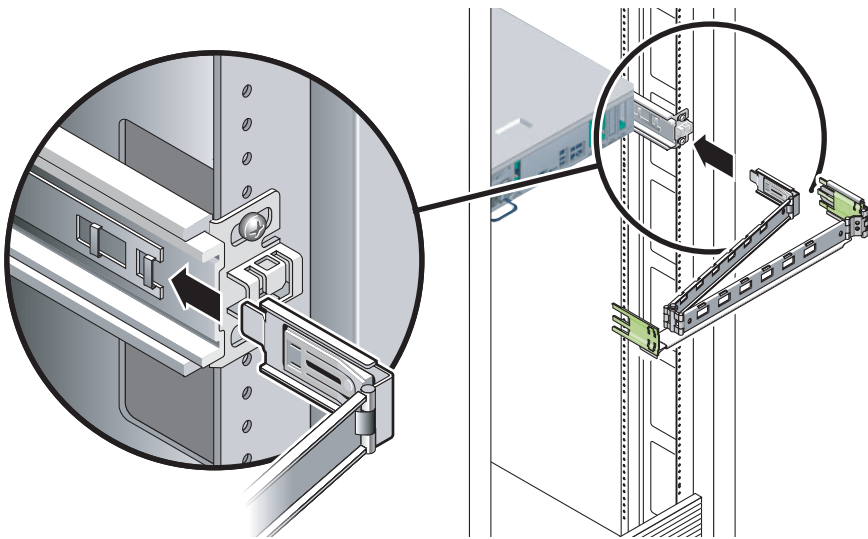

图 3-31 安装内部 CMA 连接器
2. 将较小的 CMA 扩展件插入位于装配托架端部的锁定夹（图 3-31）。